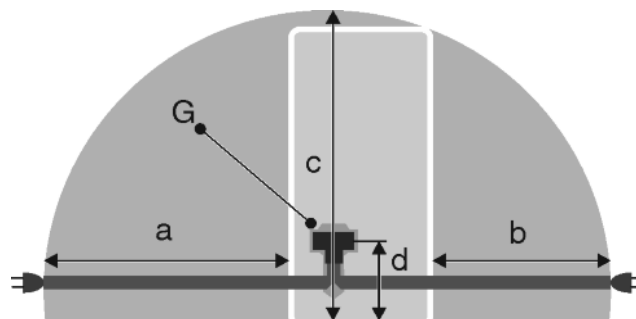

Fig. 29
- Розетка знаходиться за межами зони задньої стінки пристрою у заданому діапазоні *Fig. 29 (a, b, c)*.
- ▶ Штекер пристрою *Fig. 29 (G)* вставити на задній стінці пристрою. Слід звернути увагу на належну фіксацію.